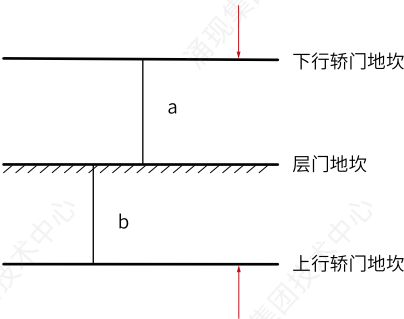

图22-19 欠平层
- 1. 如果停梯时欠平层（如第402页“图22-19”），F4-00增大H， $H=(a+b)/2$ 。